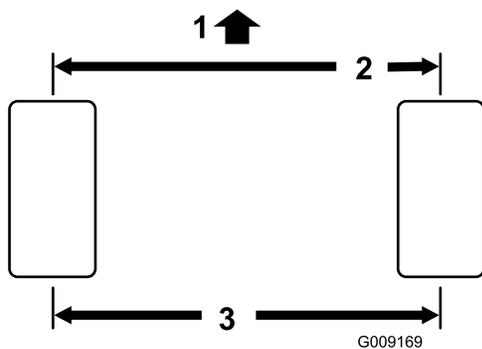

Рисунок 59
- Измерьте межцентровое расстояние (на высоте оси) на передней и задней стороне рулевых колес (Рисунок 59). Результат измерения на передней стороне шин должен отличаться от результата измерения на задней стороне на 0 ± 3 мм. Поверните шины на 90 градусов и повторите измерения.